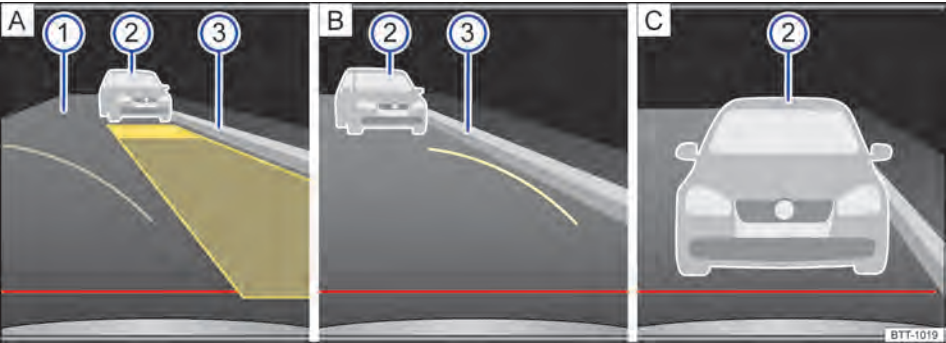

Fig. 163 Exibição do display do rádio ou do sistema de navegação: câmera de marcha a ré, modo 2.
Legenda para a representação esquemática Fig. 163:
6.	Se necessário, corrigir a posição o veículo, de modo que a superfície de auxílio amarela exibida coincida com a limitação lateral ③ da vaga selecionada (por exemplo, meio-fio) e termine antes de uma limitação traseira ②, por exemplo, um veículo estacionado ⇒ Fig. 163 A.
9.	Para o veículo quando a guia amarela curva encostar na limitação lateral ③ da vaga de estacionamento desejada B e girar o volante até o batente no sentido oposto.
10.	Continuar lentamente em marcha a ré até o veículo estar paralelo à pista ① na vaga de estacionamento.
11.	Parar o veículo o mais tardar ao atingir a guia vermelha horizontal de limitação traseira, por exemplo, veículo estacionado ② C.